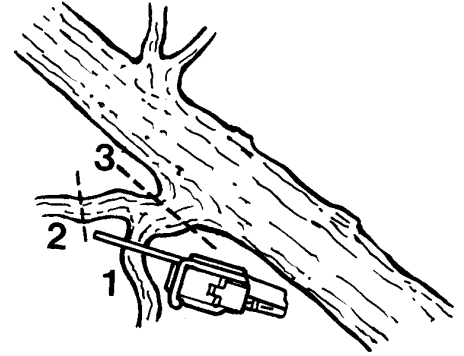

図 25
2. 長い枝や二又に分かれた枝は枝に中間のところ(①、②)と根元のところ(③)に分けて切り進めてください。(図 25)